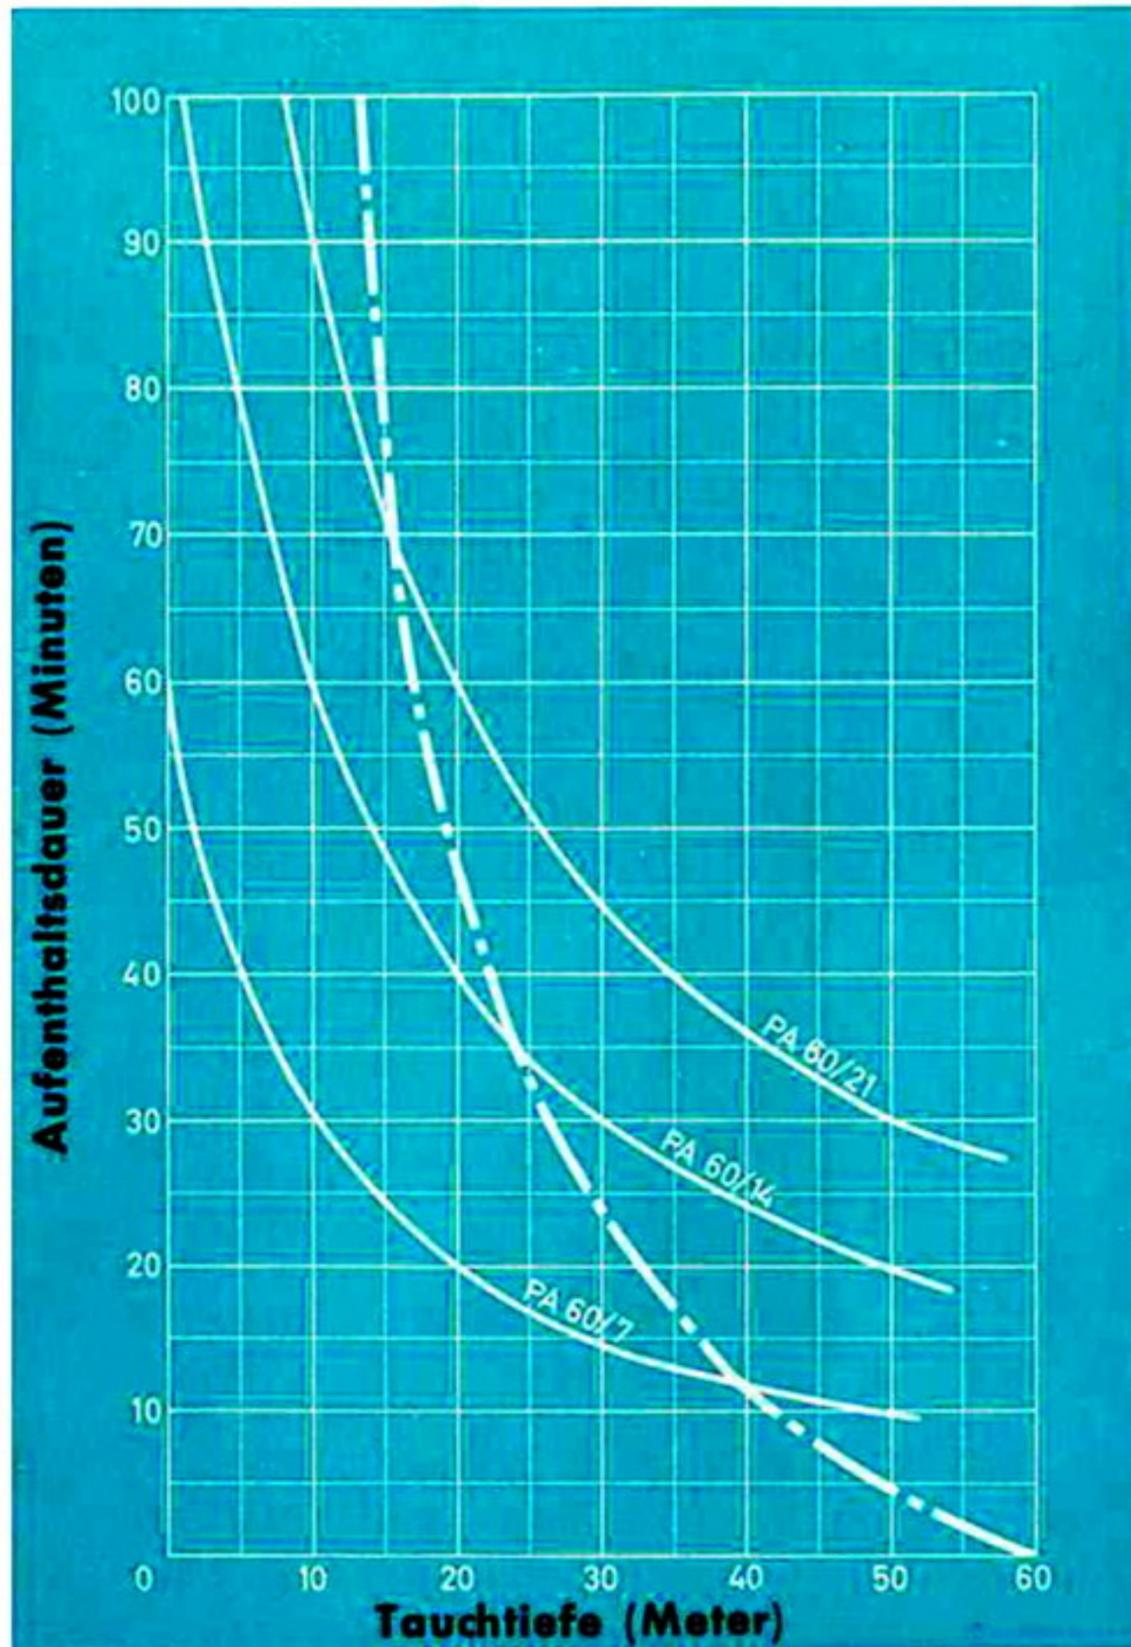

Abb. 10
2. Wenn keine Notwendigkeit vorliegt, sollten besonders Sporttaucher nur so tauchen, daß die Einhaltung von Austauschzeiten nicht erforderlich wird. Hierzu ist in Abb. 10 die Grenzkurve für das gefahrlose Austauchen dargestellt.
BEISPIEL: Ein Aufenthalt von 25 Minuten in 30 m Tiefe ermöglicht gerade noch direktes Austauchen (gestrichelte Linien in Abb. 10).
4. Aus der Kurvendarstellung (Abb. 10) ist ersichtlich, daß die Tauchzeitkurve für das Modell PA 60/7 die Gefahrenkurve bei etwa 40 m Tiefe schneidet. Daraus ergibt sich, daß mit dem **Tauchgerät Modell PA 60/7** (Einflaschengerät) **bis 40 m Tiefe ohne Berücksichtigung von Austauchzeiten gefahrlos** getaucht werden kann.
6. Mit den Geräten Modell PA 60/14 und PA 60/21 muß der Aufenthalt unter Wasser im Gefahrenbereich (rechts der Gefahrenkurve Abb. 10) stets so bemessen werden, daß ein genügender Luftvorrat zum Einhalten der Austauchpausen (siehe Tabelle 3) vorhanden bleibt. Bei solchen Einsätzen muß das Tauchgerät also stets mit einem Druckmesser ausgerüstet sein, damit der Taucher jederzeit seinen Luftvorrat ablesen kann.